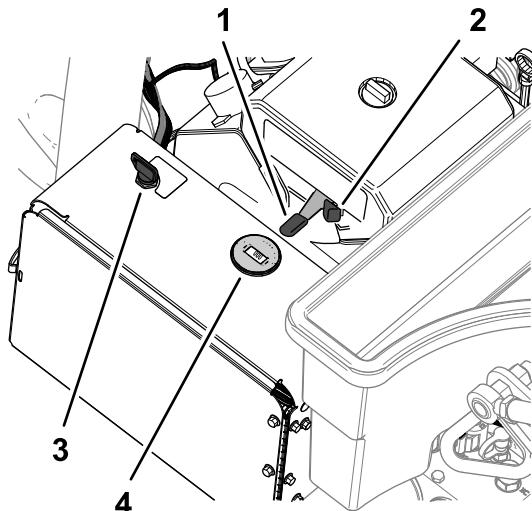

Figura 78
- Mueva la palanca del acelerador (Figura 78) a la posición de LENTO.